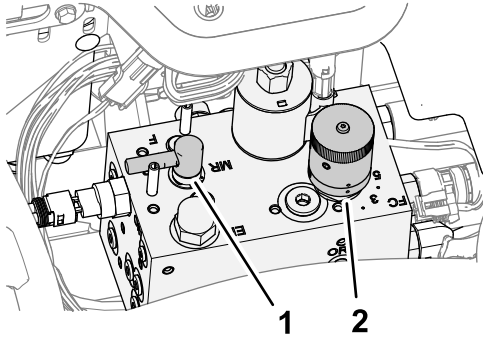

Figura 95
3. Mueva la palanca de autoafilado a la posición F (siega) (Figura 95).